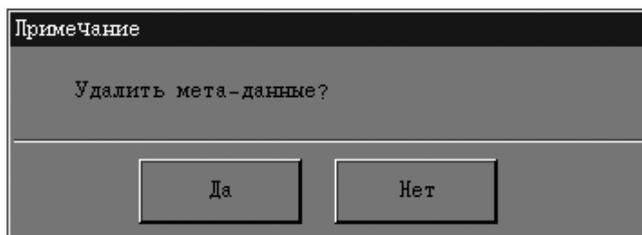

Рис. 9-13 Диалоговое окно
- Если новые коэффициенты калибровки (Среднее) еще не получены, то при выходе с экрана **НАЖАТИЕМ** кнопки «Главный» или «Подсчет» откроется диалоговое окно «Удалить мета-данные?» (Рис. 9-13).